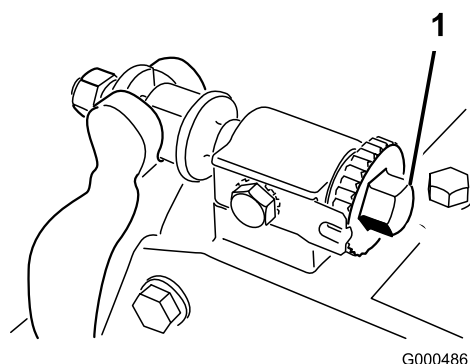
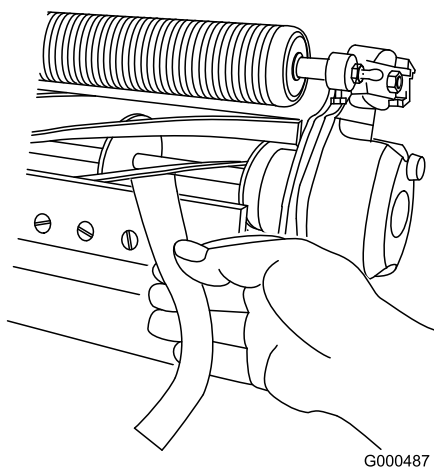

図 50
図 51
2. ベッドバー調整ネジ (図 50) を左に回して、リールと下刃の接触を完全になくす。
4. リール前面の左右いずれかの端を選び、リールと下刃の間に長く切った新聞紙片を差し入れる (図 51)。リールをゆっくり前回転させながら下刃調整ネジを締める (図 50 (新聞紙を入れた側の調整ネジを、1 目盛りずつゆっくりと)。下刃と平行に新聞紙を差し入れた時 (リールの前から新聞紙が入ってくる時) にリールと下刃にかかるく挟まれる (手で引き抜ける程度) ように調整する。
6. 両側の調整ができれば最終確認を行う：紙片をリールの前から差し込んだ時にははさむだけ、下から差し込むと切れるのが正しい調整である (図 51)。リールと下刃のごくわずかの接触で紙が切れなければいけない。接触を強くしないと切れない場合には、バックラップか研磨が必要 (Toro 研磨マニュアルを参照。)